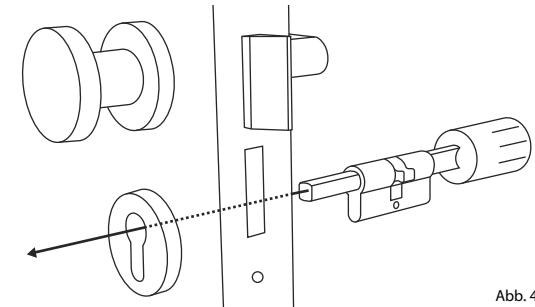

Abb. 4
- Schieben Sie den Zylinder von der Innenseite der Tür aus in das Einstellschloss der Tür (Abb. 4).